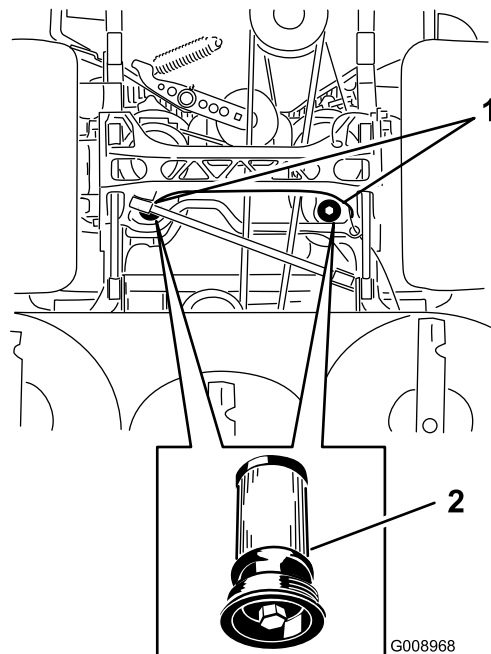

Figura 83
5. Collocate una bacinella di spurgo sotto il filtro, toglie il filtro usato e pulite la superficie (Figura 83).
6. Spalmate un velo di olio idraulico sulla guarnizione di gomma del filtro di ricambio (Figura 83).